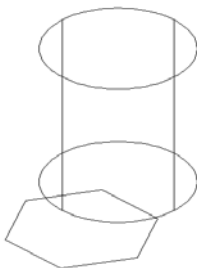
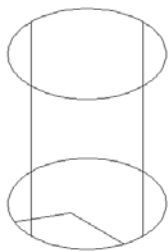

图 11.38 原图
图 11.39 压印边
(1) 绘制如图 11.38 所示的图形。
(2) 选择【修改】/【实体编辑】/【压印边】命令。
(3) 选择圆柱体。
(4) 选择正六边形作为要压印的对象, 并按回车键, 然后根据命令选择删除源对象, 压印边后的效果如图 11.39 所示。